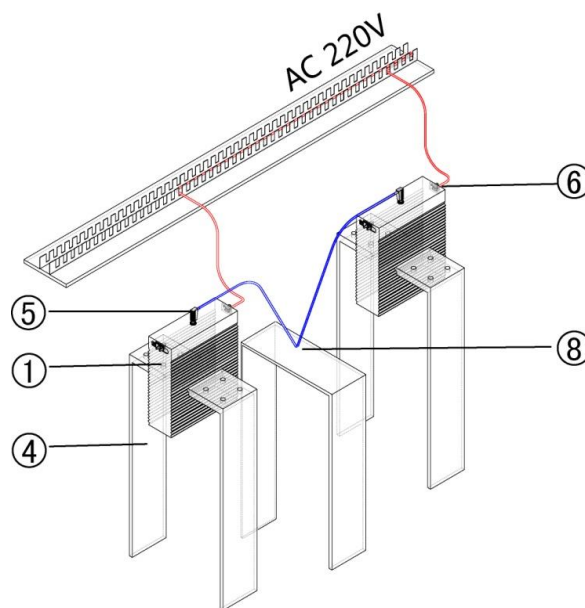

图 1、低压传感器布局布线示意图
参见图 1，传感器①壳体为导电金属材料，传感器铜排固定在载流铜排上④上，两者构成等电位体。（以下简称“等电位体”）